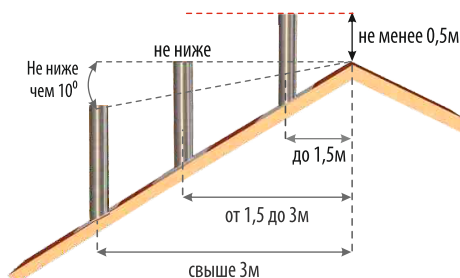

Рис. 2 Возвышение дымохода над кровлей
- Возвышение устья дымовых труб над кровлей следует принимать [Рис. 2]: